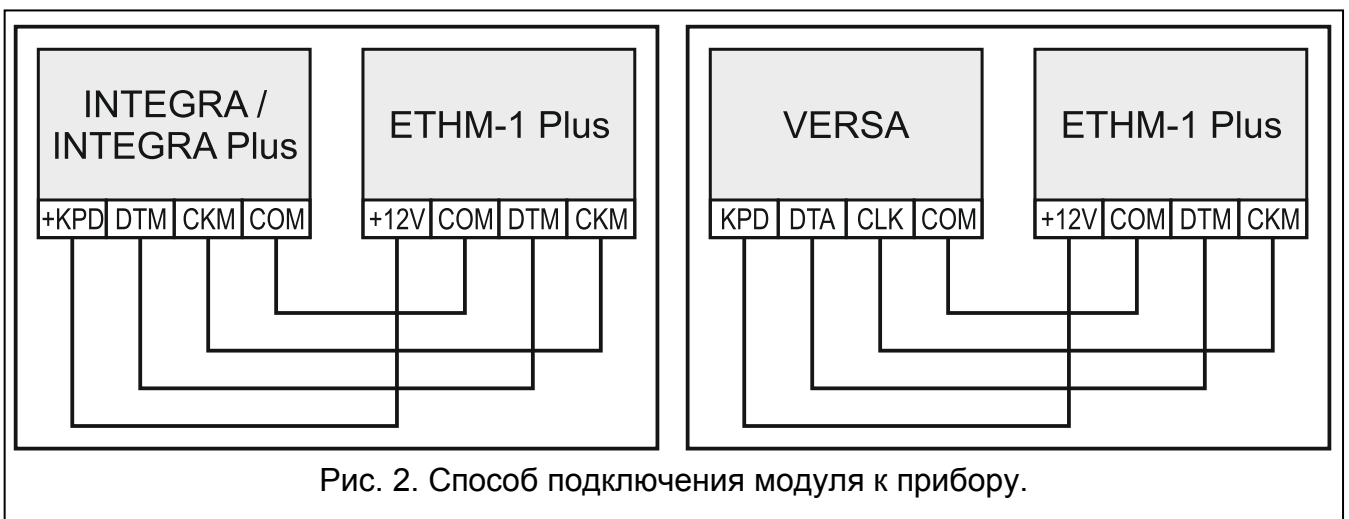

Рис. 2. Способ подключения модуля к прибору.
3. Клеммы +12V, COM, DTM и СКМ модуля подключите к клеммам приемно-контрольного прибора (рис. 2). Для подключения следует использовать простой неэкранированный кабель. В случае использования кабеля типа «витая пара» следует помнить, что сигналы СКМ (clock) и DTM (data) не должны передаваться одной витой парой проводов. Провода должны подводиться в одном кабеле.